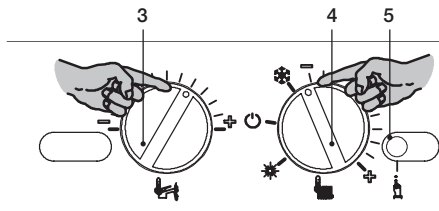

Рисунок 7.5
горячего водоснабжения 3 и переключатель функций 4 так, как показано на следующем рисунке (Рисунок 7.5).
- Чтобы настроить давление розжига горелки, войдите в режим программирования, нажав и удерживая в течение 15 с кнопку сброса 5 (Рисунок 7.5), пока на ЖК-дисплее не появится параметр P01. На ЖК-дисплее последовательно отобразятся следующие символы (параметр P01 будет загораться поочередно с --- --).
- Нажмите кнопку сброса 5 (Рисунок 7.5) и пролистайте параметры до P14, предназначенного для настройки давления розжига горелки. На ЖК-дисплее последовательно отобразятся следующие символы (параметр P14 будет загораться поочередно с цифрой 135).
- Чтобы изменить настройку, поверните регулятор температуры в системе горячего водоснабжения 3 (Рисунок 7.5) и установите ее в выбранное положение.